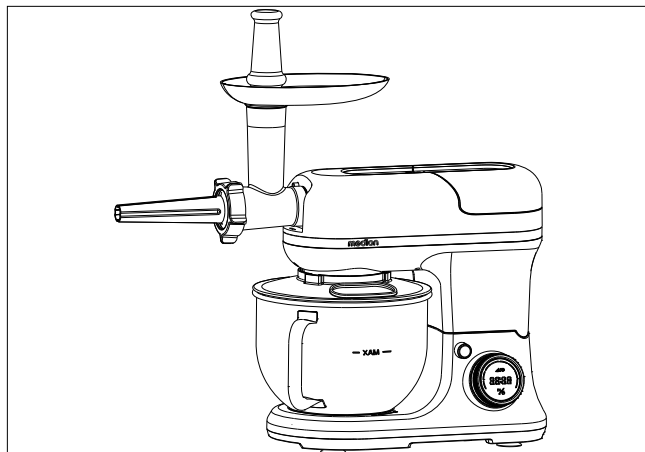

Afb. 13 – Gatenschijf correct plaatsen
- ▶ Kies een geschikte gatenschijf en plaats deze op de as van de transportvijzel. Zorg ervoor dat de gatenschijf met de groef in de correcte positie in de vijzelbehuizing wordt gebracht en de nok naar voren wijst (zie Afb. 13).